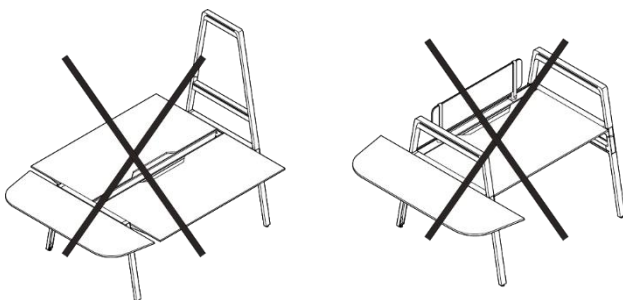

Figure 13 Plateau complémentaire semi-circulaire, montage inadmissible
- Poste de travail double, hauteur d'assise (voir Figure 13, à gauche).
- Poste de travail individuel (voir Figure 13, à droite)